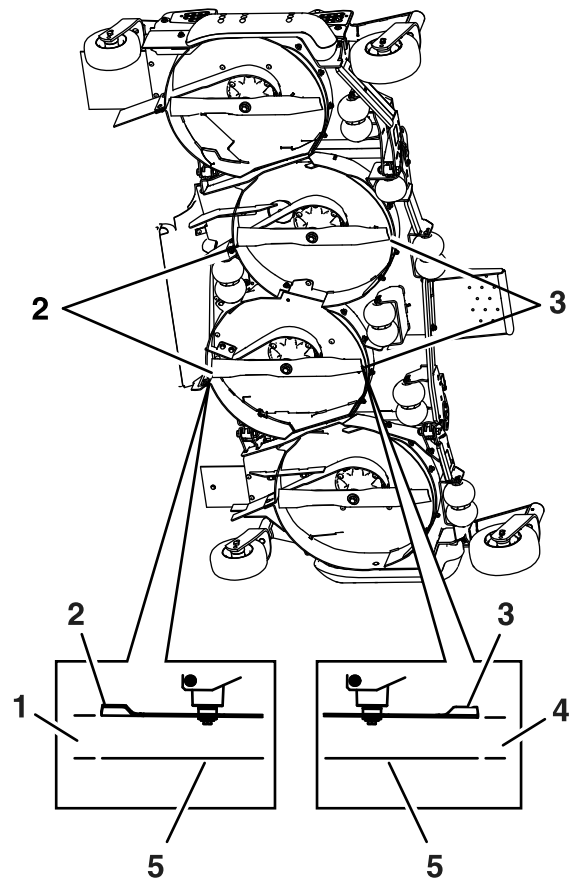

Figura 78
- 10. Mida desde la superficie nivelada hasta la punta delantera de las cuchillas derecha e izquierda de la carcasa central (Figura 78).